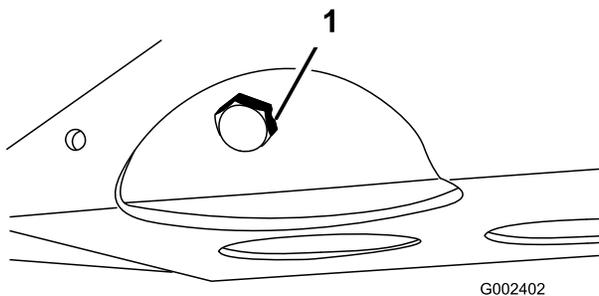

Рисунок 46
2. Снимите сливную пробку и дайте маслу вытечь в сливной поддон (Рисунок 46). Когда масло перестанет течь, поставьте сливную пробку на место.